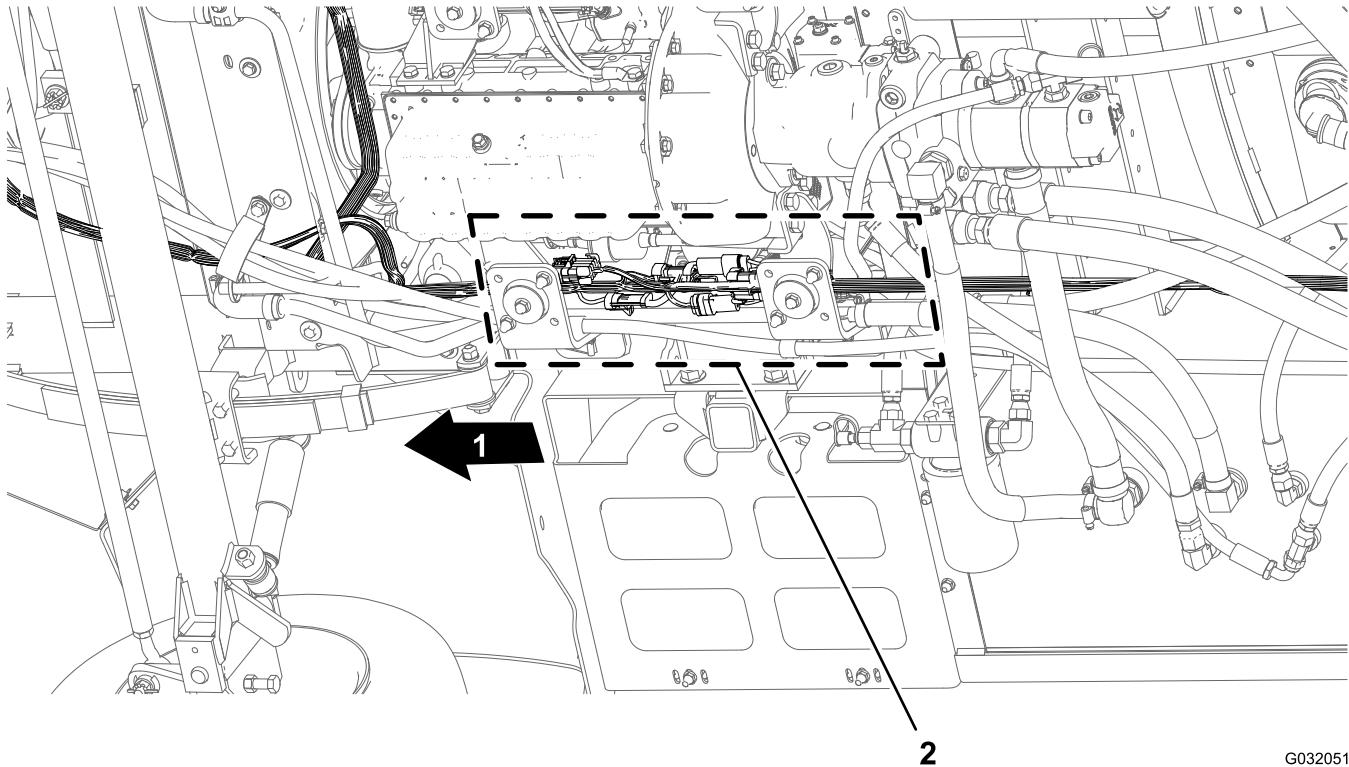

図 7
1. マシンの下の右フレームチューブに沿って配設されているフロントとリアハーネスの電気コネクタを探します 図 7。